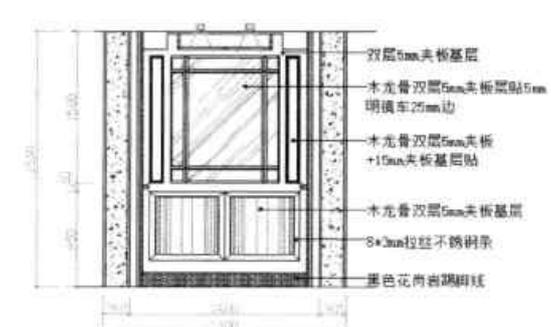

图9-98 完成剩余注释内容的修改
Step22 按照同样的操作方法，对剩余注释内容进行修改。至此已完成图形所有尺寸标注的添加，如图9-98所示。